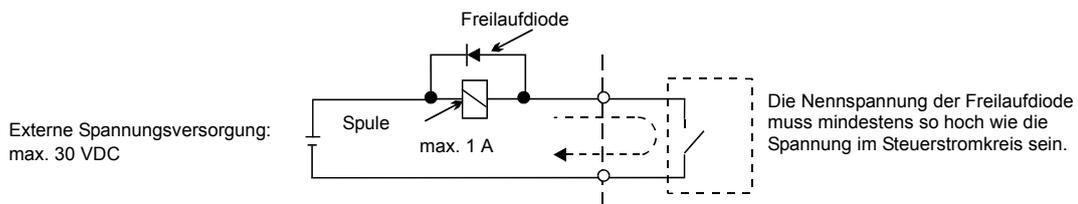

Abb. 6 Zwischenschaltung der Freilaufdiode
- \*3. Bei Ansteuerung einer Blindlast, wie z. B. einer Relaispule mit DC-Spannungsversorgung, muss stets eine Freilaufdiode geschaltet werden, siehe Abb. 6